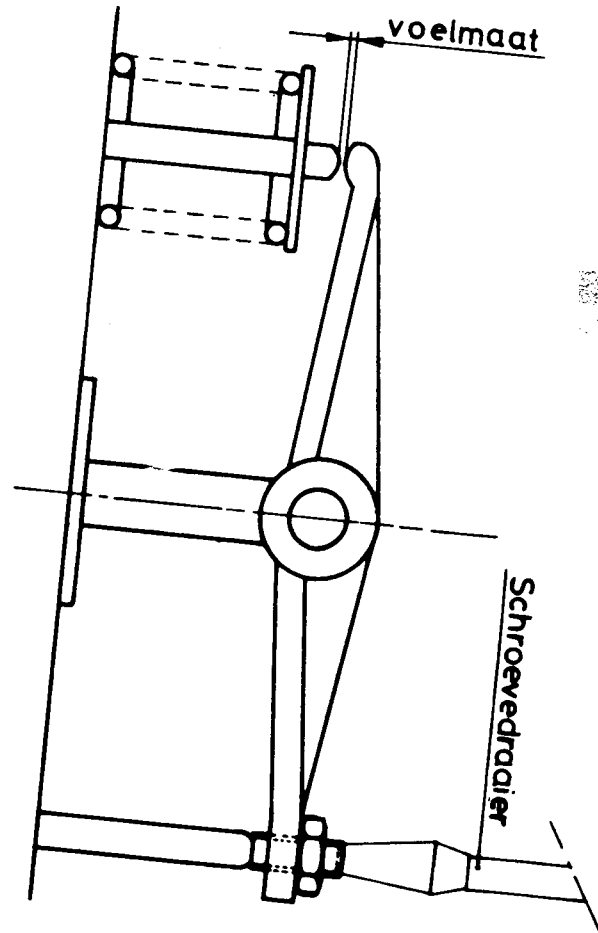

FIG. 12
6. **KLEPSPELING** - fig. 12 -